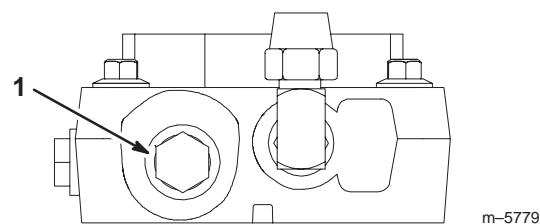

Figure 23
2. Tournez les vannes de dérivation d'un tour dans le sens anti-horaire pour pousser la machine. Cela permet au liquide hydraulique de contourner la pompe et aux roues de tourner (Fig. 23).
1. Tournez les vannes de dérivation une fois dans le sens horaire pour utiliser la machine (Fig. 23).